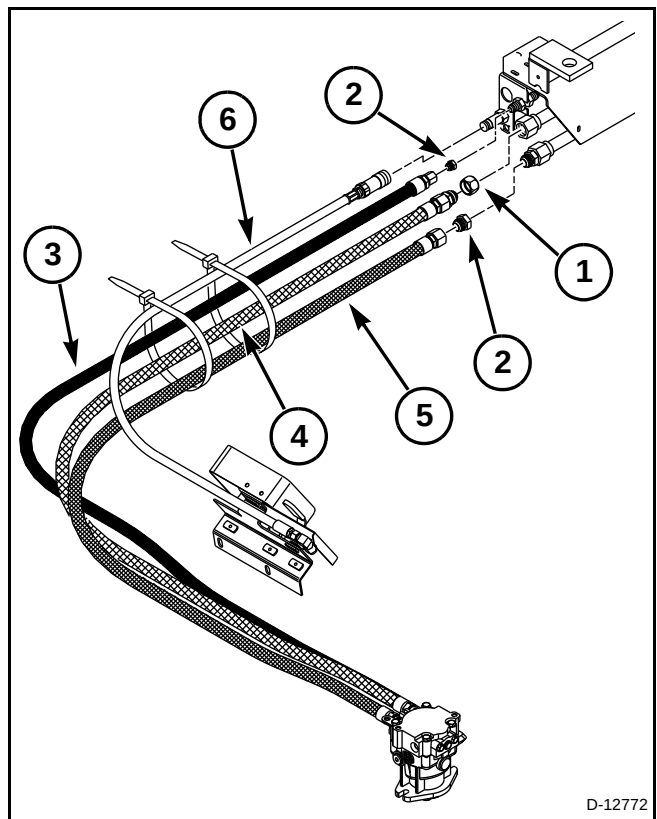

**FIG. 10**
**FIG. 10:** Limpie el área alrededor de las conexiones hidráulicas. Quite las tapas (1) y los tapones (2) de los conectores del cabezal y del tractor, asegurándose de no quitar las conexiones. Instale los tapones en las tapas y almacénelos en la caja de herramientas del tractor para su instalación si se quita el cabezal.